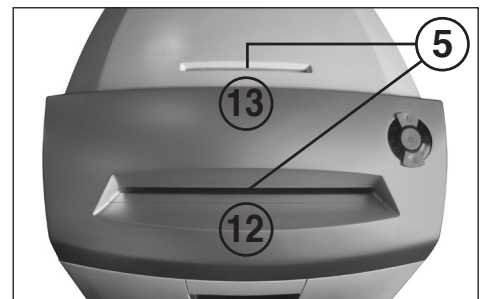

Abb. 3
- 5 = Lichtschanke (Vorwärtslauf) (Abb. 3)**
- 12 = Papierzuführschacht (Abb. 3)**
- 13 = Sicherheits-Zuführschacht (Abb. 3)**
**Papier** durch den Papierzuführschacht (12) (Abb. 3) dem Schneidwerk zuführen.
**Datenträger** (CD, DVD oder Kreditkarte) einzeln durch den separat angeordneten Sicherheits-Zuführschacht (13) (Abb. 3) dem Schneidwerk zuführen.